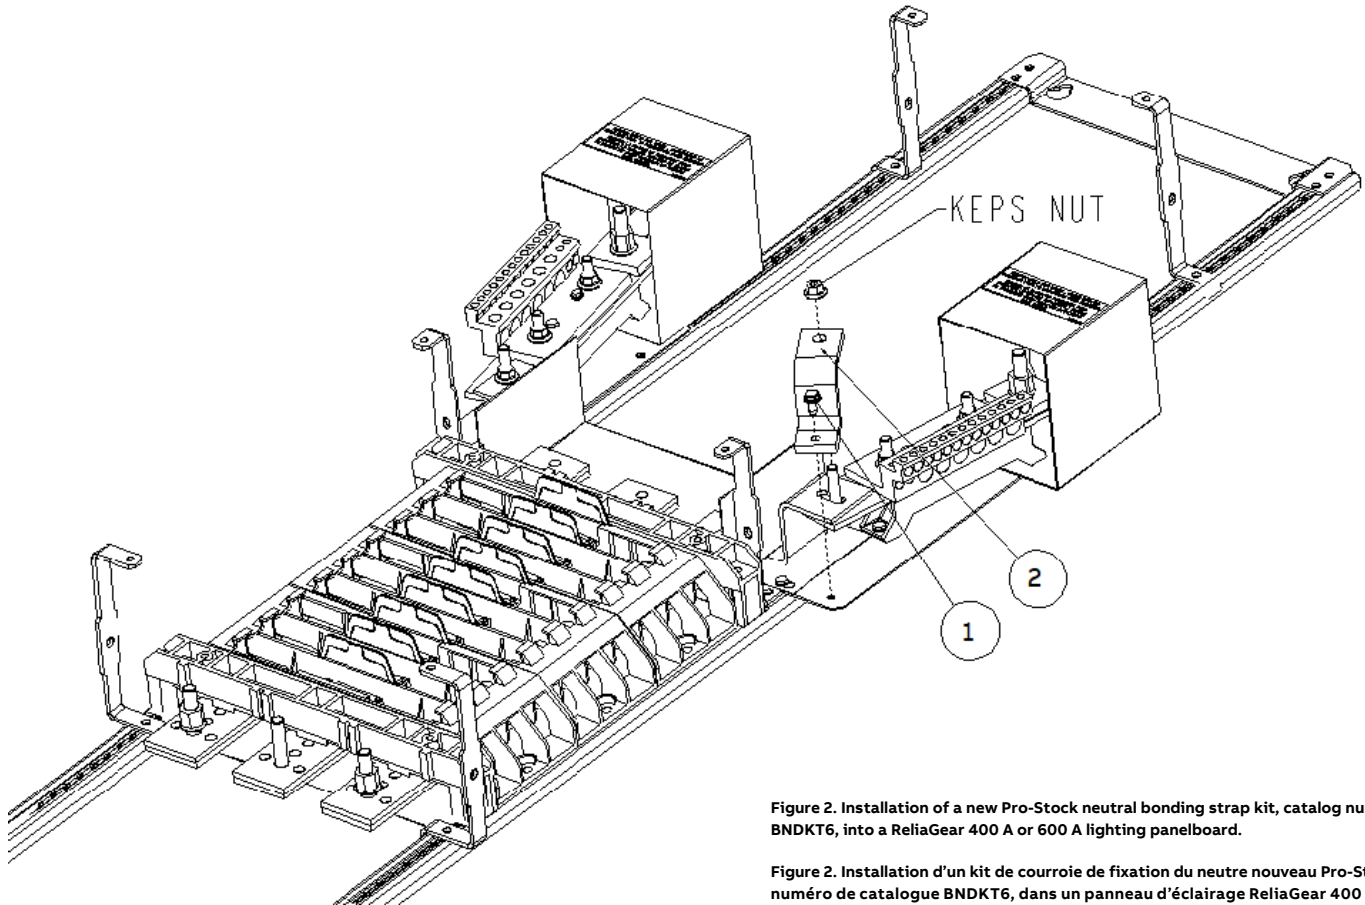

Figure 2. Installation of a new Pro-Stock neutral bonding strap kit, catalog number BNDKT6, into a ReliaGear 400 A or 600 A lighting panelboard.
Utiliser la procédure suivante pour installer un kit de courroie de fixation du neutre Pro-Stock, numéro de catalogue BNDKT, dans un panneau d'éclairage ReliaGear 125 A ou 225 A. Les numéros des Figures les numéros entre parenthèses dans le texte réfèrent aux numéros des items de la Table 1. La Figure 1 montre une vue détaillée de l'installation, tandis que la Figure 2 montre l'assemblage de l'intérieur au complet. La Figure 1 montre l'installation dans le nouveau panelboard.
Use the following procedure to install a Pro-Stock neutral bonding strap kit, catalog number BNDKT6, into a ReliaGear 400 A or 600 A lighting panelboard, as illustrated in Figure 2. Call-out numbers in Figure 2 and numbers in brackets in the text refer to the Item Numbers in Table 2.
- Refer to Figure 2. Remove the nut on the neutral, place the strap [2] attach the strap to the neutral base plate with screw [1]. Replace the nut. Tighten screw and nut to 100-120 in-lb.
Utiliser la procédure suivante pour installer un kit de courroie de fixation du neutre Pro-Stock, numéro de catalogue BNDKT6, dans un panneau d'éclairage ReliaGear 400 A ou 600 A, tel qu'illustré aux Figure 2. Les numéros indiqués aux Figure 2 et les numéros entre parenthèses dans le texte réfèrent aux numéros des items à la Table 2.
- Référez-vous la Figure 2. Enlevez l'écrou sur le neutre, placez les [2] attaches de courroie la courroie à l'embase neutre avec la vis [1]. Remplacez l'écrou. Serrez la vis et l'écrou à 100-120 po-lb.
Figure 2. Installation d'un kit de courroie de fixation du neutre nouveau Pro-Stock, numéro de catalogue BNDKT6, dans un panneau d'éclairage ReliaGear 400 A ou 600 A.